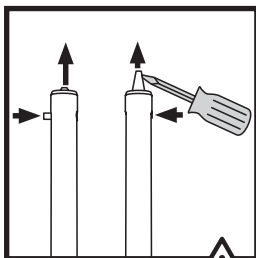

Fig. 10
- Lösen Sie die Fixierlasche vorsichtig, indem Sie den Kolben mit einem flachen Schraubendreher (nicht mitgeliefert) als Hebel nach vorne ausfahren. (**Abb. 10**)